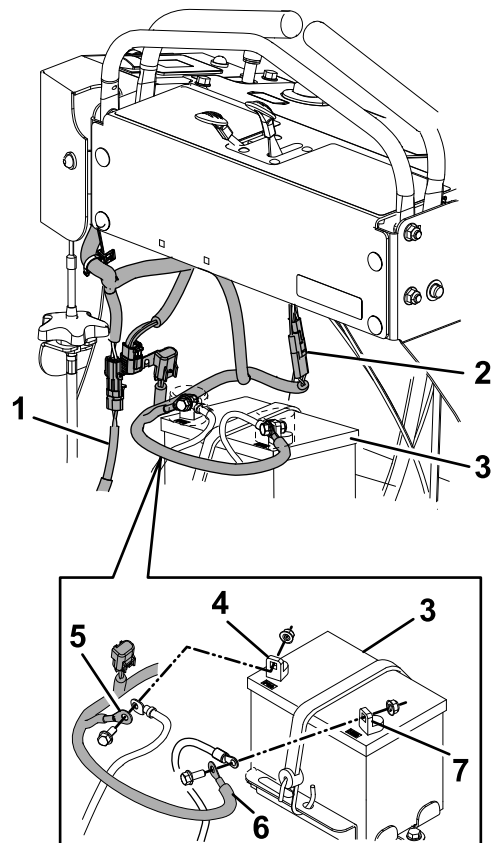

Bild 9
4. Entfernen Sie die Kappe vom Zubehörcabel am Hauptkabelbaum und stecken Sie den Stecker in den Zubehörcabelbaum des Streuers ein, wie in Bild 9 dargestellt.
5. Entfernen Sie die Mutter und Schraube vom Pluspol der Batterie und bewahren Sie diese auf. Installieren Sie das Pluskabel des Kabelbaums des Anbaugeräts (vorletzte Ringklemme – Bild 9) und das Pluskabel des Hauptkabelbaumes an der Vorderseite des Pluspols der Batterie und befestigen Sie es mit der Mutter und Schraube. Wiederholen Sie diesen Vorgang für das Minuskabel der Batterie.